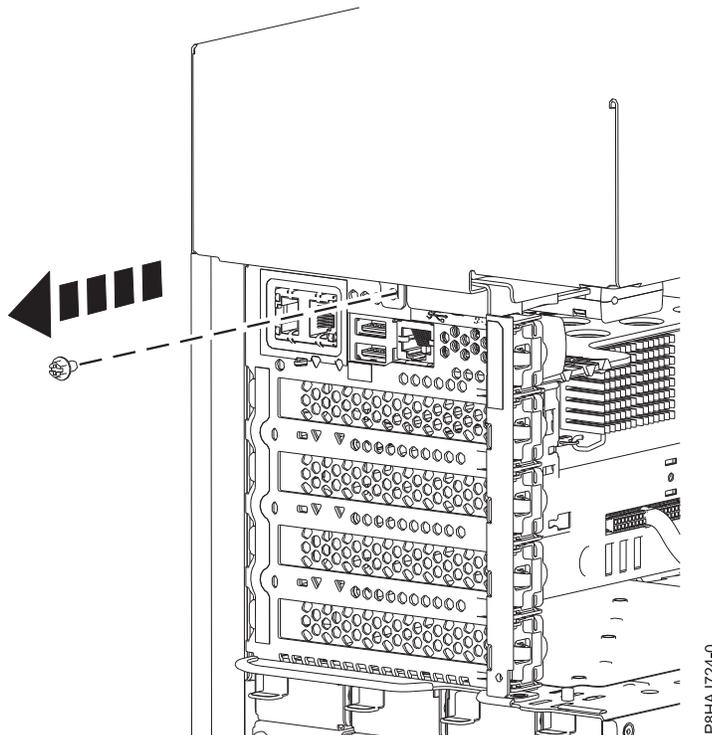

Figura 25. Extracción del tornillo de la cubierta lateral del sistema 8286-41A
4. Extraiga el tornillo posterior de la cubierta lateral utilizando un destornillador de estrella, tal como se muestra en la Figura 25.